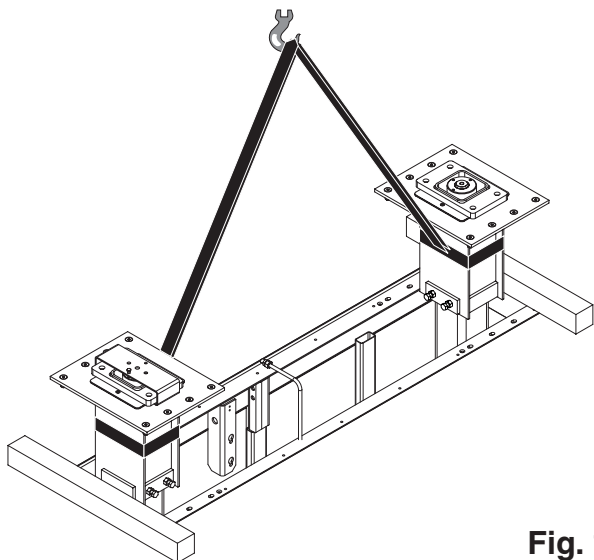

Fig. 19
- Mettere due legni come da figura, **fig. 19** fare appoggiare le piastre su di essi, togliere le cinghie dai carrelli.
- Position two wooden blocks as shown in the figure, **fig. 19**, lay plates on them, and then remove belts from carriages.
- Zwei Hölzer, wie in **Abb. 19** angegeben, anordnen und darauf die Platten absenken. Die Riemen aus den Schlitten entfernen.
- Mettre deux morceaux de bois comme indiqué figure, **fig. 19** poser les plaques sur ces derniers, enlever les courroies des chariots.
- Colocar dos piezas de madera como se indica en la **fig. 19** y apoyar las placas sobre las piezas, eliminar las correas de las correderas.